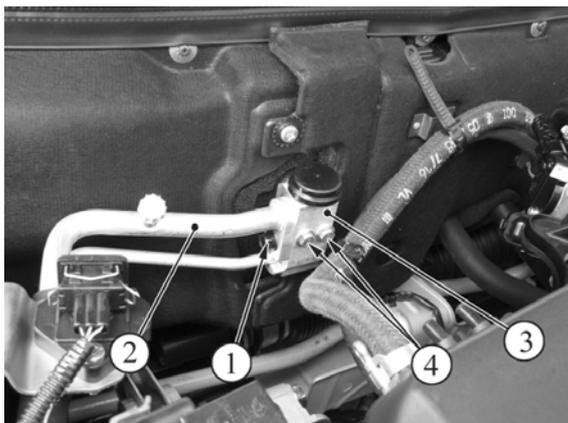

Рисунок 9 – Снятие терморегулирующего вентиля:
5.4.2 Отвернуть болт 1, рисунок 9, крепления блока трубопроводов к терморегулирующему вентилю (ТРВ), отсоединить блок трубопроводов от ТРВ, установить на трубопроводы и в отверстия ТРВ технологические заглушки (головка сменная 13, вороток, удлинитель).